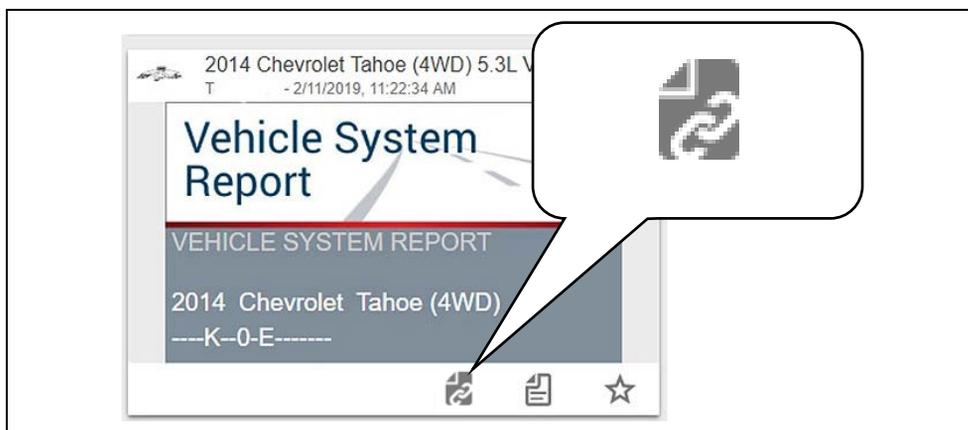

Figure 14-17
1. À partir de Fichiers du magasin, sélectionnez l'icône **Copier** (Figure 14-17) sur la fiche du fichier.